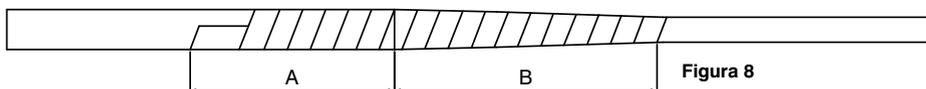

Figura 8
- Concluída esta etapa, deve ser utilizada fita de alta tensão (autofusão), também três camadas com sobreposição de 50% e a primeira camada não deve ser tracionada, a segunda deve ser levemente tracionada e a ultima deve ser normalmente tracionada, em seguida deve ser utilizada três camadas de fita isolante também com sobreposição de 50% e todas camadas devem ser tracionadas, conforme a figura 8 e figura 9: